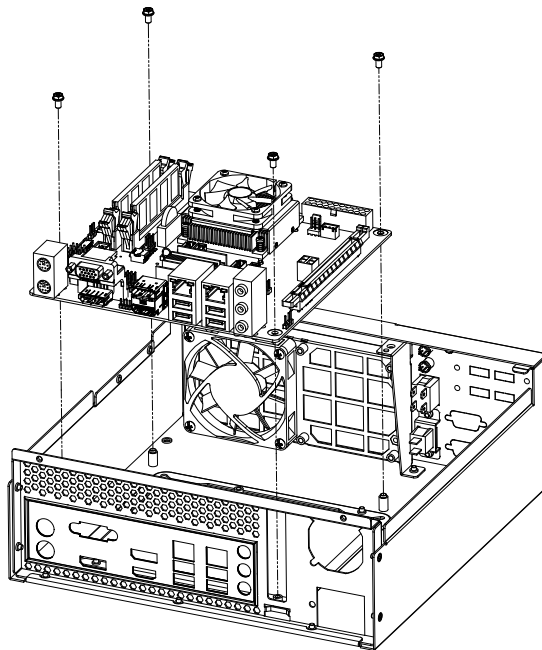

Figure 2.2 Installing the motherboard/ 安裝母板 / 安裝主機板
2.2	Installing & Changing the Motherboard/ 安装和更换主板 / 安裝和更換主機 板..... 6 Figure 2.2 Installing the motherboard/ 安装主板 / 安裝主機板.. 6